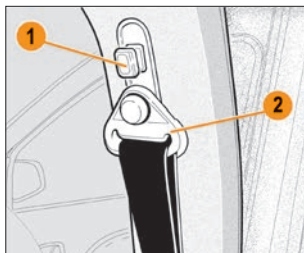

Рис. 2.5.3. Регулировка ремня безопасности передних сидений (в варианном исполнении)
**В варианном исполнении** чтобы отрегулировать положение верхней ветви ремня относительно шеи, нажмите на клавишу **1** (рис. 2.5.3) регулятора и установите направляющую **2** переднего ремня безопасности в одно из фиксированных положений так, чтобы лента ремня пересекала центральную часть плеча, но не касалась при этом шеи. Завершив регулировку ремня, убедитесь, что он надёжно зафиксирован.